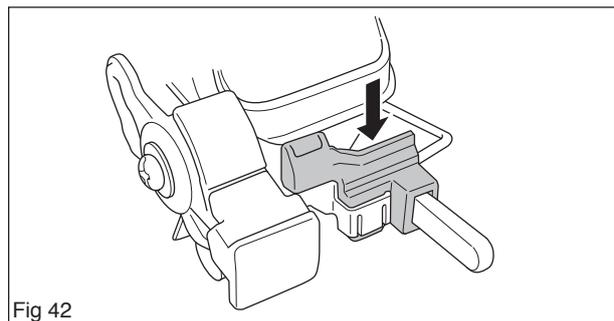

Fig 42
6. Accrocher le levier de l'actionneur de papillon au carburateur. Placer le support de poignée dans le levier de l'actionneur de papillon (A). Pousser le levier vers l'avant de façon à ce qu'il puisse être inséré dans la partie de la poignée.
7. Pousser le support de la poignée dans le support de filtre (voir figure 42).